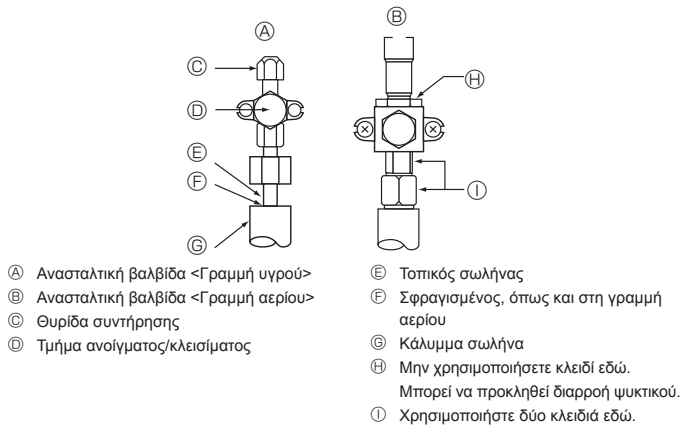

Fig. 4-5
4.4. Μέθοδος ελέγχου αεροστεγανότητας του σωληνώσεων ψυκτικού (Fig. 4-5)
- Βεβαιωθείτε ότι οι ανασταλτικές βαλβίδες (A) (B) είναι κλειστές και μην τις ανοίξετε.
- Διοχετεύστε πίεση στις γραμμές ψυκτικού από το σημείο εξυπηρέτησης (C) της ανασταλτικής βαλβίδας (A) της γραμμής υγρού.
- Αν η πίεση μειωθεί στα βήματα (2) ή (3), τότε υπάρχει διαρροή αερίου. Αναζητήστε την αιτία της διαρροής.